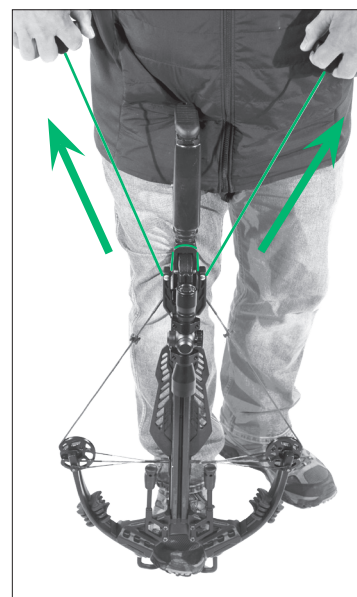

FIGURE 13
- 3e Tirez sur les deux poignées en T en même temps, en tirant sur la corde de l'arbalète vers l'arrière pour la placer sous le ressort de rétention et dans l'ouverture de corde du mécanisme de la détente (la tension maintiendra le chariot d'armement contre le rail, si le processus a été effectué correctement). (Fig.13)